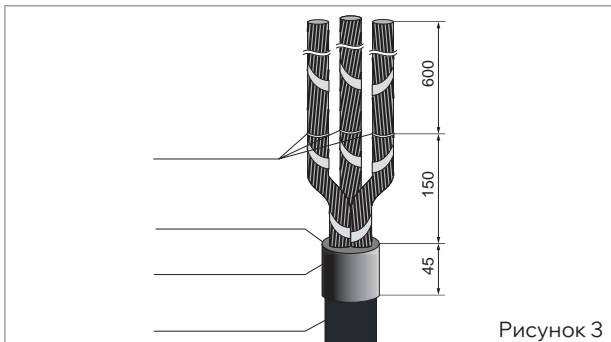

Рисунок 3
■ Обезжирить оболочку кабеля на расстоянии 100 мм от среза салфеткой, смоченной в бензине (растворителе). На оболочке кабеля лентой герметика выполнить намотку из 1-2 витков на длине 45 мм от среза (рис. 3). Размотать медную ленту экрана до бандажей и обрезать ее.